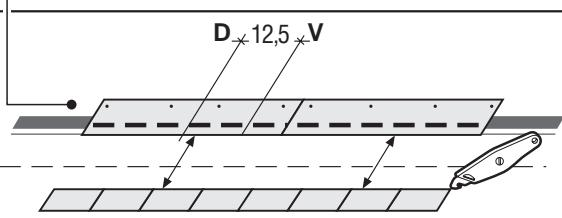

fig. 3
Installazione (fig. 3/4)
- Sulla linea di gronda applicare un cordolo adesivo bituminoso (fig. 3).
Installation (fig. 3/4)
- Lay down one line of bitumen mastic near to the eaves (as indicated in fig. 3);
- The starting course is obtained by trimming off the exposed area (14 cm), and nailing the remaining shingles staggered of 12,5 cm from line AD (as indicated in fig. 3);
- The first course is commenced following the line AD (fig. 3/4);
Verlegung (Abb. 3/5)
Die erste Reihe der Schindeln wird mit Bitumenkleber verklebt und so versetzt, daß die Zungen der Schindeln abgeschnitten werden können. Darauf die Schindeln nach der Schnürung verlegen. (Abb. 3 u. 5)